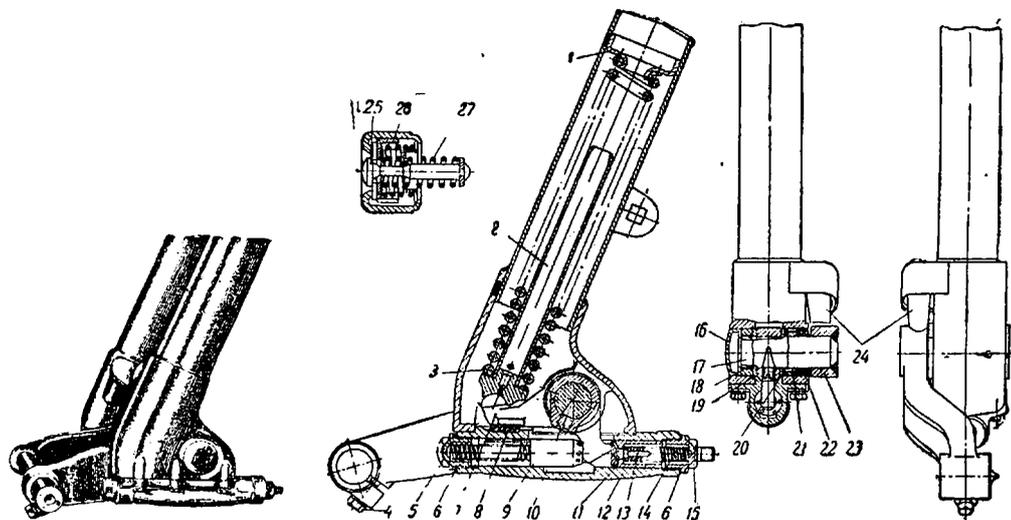

Рис. 30. Передняя вилка мотоцикла К-750:
**Передняя вилка мотоцикла К-750.** В отличие от вилки мотоцикла М-62 вилка мотоцикла К-750 рычажного типа с короткими рычагами и двусторонними гидравлическими амортизаторами (рис. 30).